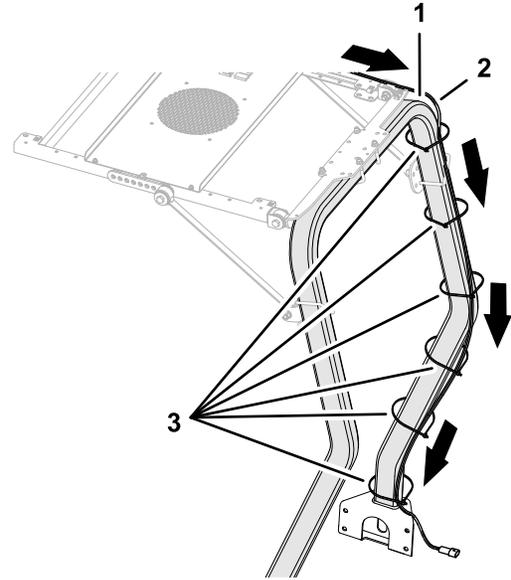

図 9
1. スwitchパネルキットのハーネスを、図 9 のように ROPS に沿って配設する。
2. 必要に応じ、ケーブルタイでワイヤハーネスを ROPS に固定する 図 9。